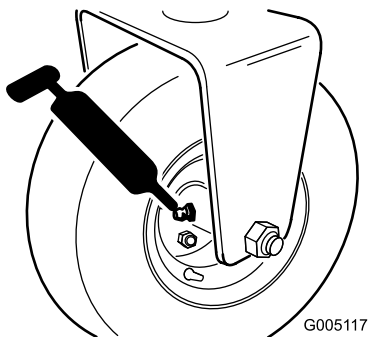

図 30
- 後ローラハブアセンブリ3輪駆動キットを搭載している場合には、後ホイールのローラクラッチと外部ボールベアリングか所 図 30